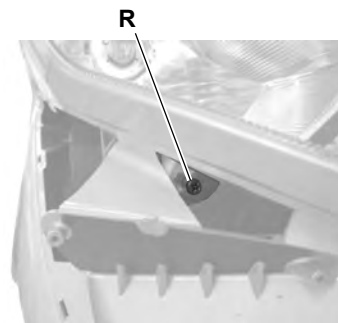

Fig. 37b
- À l'aide d'un tournevis cruciforme, intervenir sur chacune des vis de réglage du projecteur (R - Fig. 37b), en tenant compte du fait qu'une **rotation dans le sens des aiguilles d'une montre abaisse le faisceau lumineux** et vice versa.